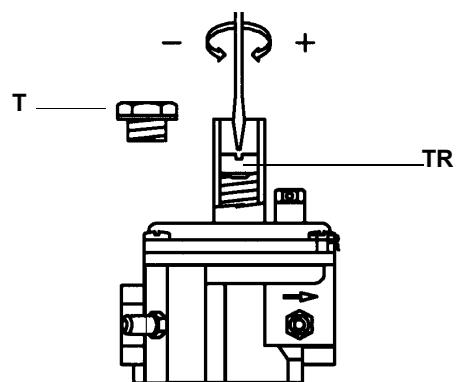

Рис. 16
- Для увеличения давления газа на выходе при помощи отвёртки поворачивайте винт TR, как показано на Рис. 16.